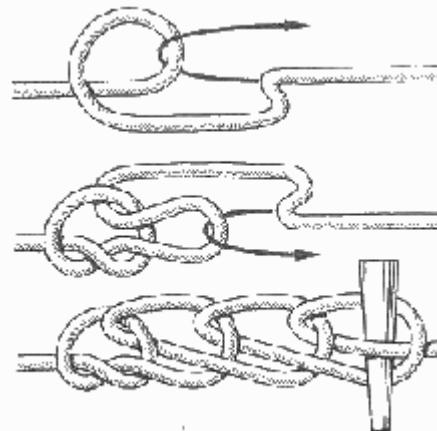

Рис. 115. «Мартышкина цепочка»
**“Мартышкина цепочка”** (рис. 115) Назначение этого узла то же самое — на время укоротить трос. В отличие от колышки и олимпийского узла, он имеет то преимущество, что завязанный им трос своими петлями не мешает работе и его можно даже взять на шпиль. Перед тем как дать на трос, завязанный этим узлом, нагрузку, в последнее звено “цепочки” нужно вложить свайку или клевант или пропустить через него ходовой конец: иначе узел мгновенно развязается.